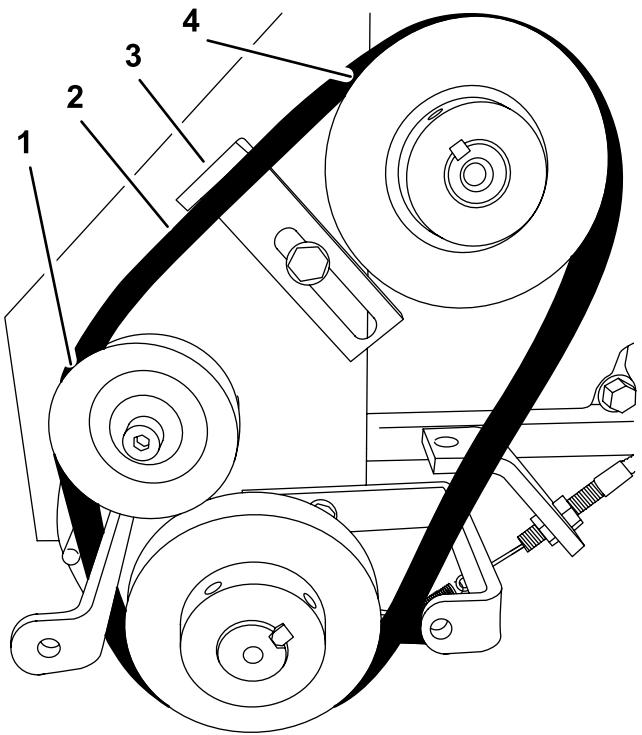

Figure 23
3. Retirez la courroie de la poulie de tension (Figure 23).
4. Retirez la courroie de la poulie de boîtier d'engrenages (Figure 23).
5. Retirez la courroie de la poulie de moteur et déposez la courroie (Figure 23).
2. Alignez la courroie au-dessus de la poulie du moteur (Figure 23).
3. Alignez la courroie au-dessus de la poulie du boîtier d'engrenages (Figure 23).
4. Passez la courroie par dessus la poulie de tension (Figure 23).